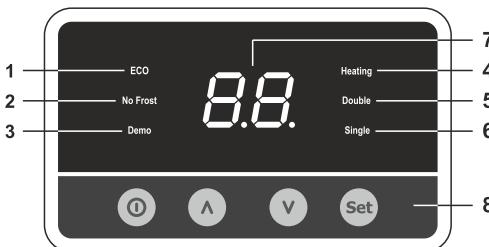

Рисунок 1. Электронная панель управления
У моделей оборудованных электронной панелью управления (Рис. 1) с цифровым дисплеем, включение/выключение ЭВН осуществляется кнопкой на панели управления «①» (8).